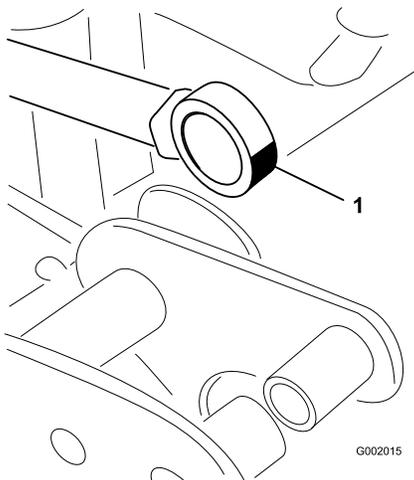

Figura 66
5. Rode o rolamento da extremidade da barra e aplique massa lubrificante no rolamento (Figura 66).